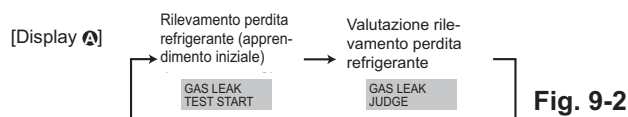

Fig. 9-2
- 2 Premere il pulsante **CLOCK** (▼) e selezionare [GAS LEAK TEST START] (AVVIO TEST FUGA DI GAS). (Fig. 9-2)